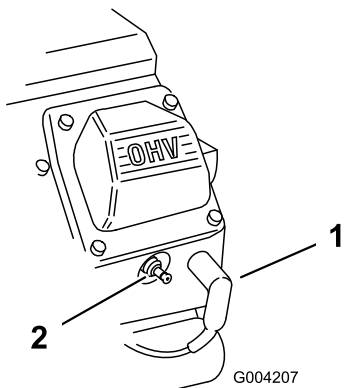

图 48
2. 将电线拉离火花塞 图 48。
3. 将电线压到火花塞上图 48。